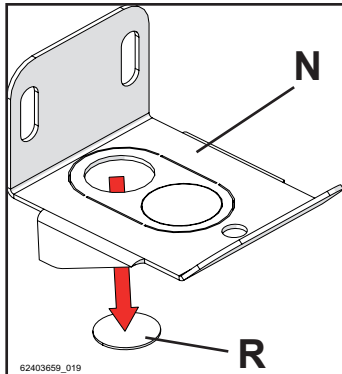

Figura 5-36
- 5 - Rimuovere il disco pretranciato "R" dalla staffa di fissaggio "N", come mostrato in figura 5-36;